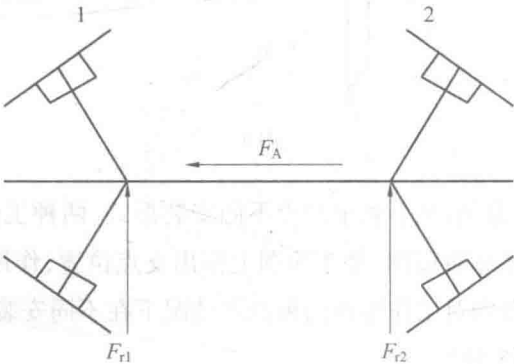

图 5
- (1) 计算螺栓所受的总拉力 F_0 和剩余预紧力 F'' 。
- (2) 为使接合面不出现缝隙,轴向工作载荷最大值 $F_{\max}$ 是多少?
- (3) 若要使 F_0 减小,又不增加螺栓个数,有哪些具体措施? (20 分)
4. 一对圆锥滚子 30206 轴承,安装形式如图 5 所示。已知轴承 1、2 所受径向载荷为 $F_{r1}=970\text{ N}$, $F_{r2}=840\text{ N}$, F_A 为作用于轴上的轴向力, $F_A=237\text{ N}$,常温且载荷平稳,轴承附加轴向力 F_s 的计算式为 $F_s=F_r/2Y$, $Y=1.7$, $e=0.36$,试计算轴承 1、2 的当量动载荷 P_1 和 P_2 。如果已知轴的转速 $n=1\,200\text{ r/min}$ 轴承的预期寿命为 $L'_h=24\,000\text{ h}$, $\varepsilon=10/3$,问该轴承能否满足要求? (20 分)